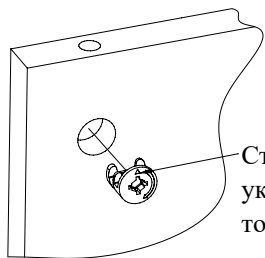

Рис.2
2. Вставьте головки минификсов в детали 2, 3, 5, 6, 7, 8, 10 (Рис. 2).